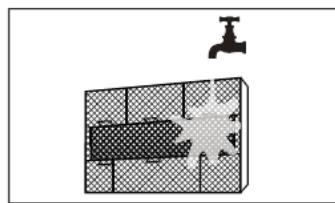

fig. 20 -
5. Lavez les filtres principaux avec de l'eau "fig. 20 -" ou nettoyez-les avec un aspirateur. Laisser les filtres sécher complètement sans exposition directe au soleil.